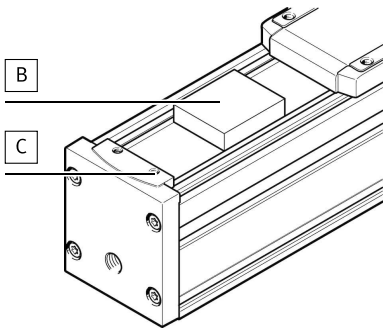

Fig. 8
1. Ослабьте винты [C] → Fig.8.
3. Подтяните защитную ленту с помощью зажимного элемента [B] → Fig.8.